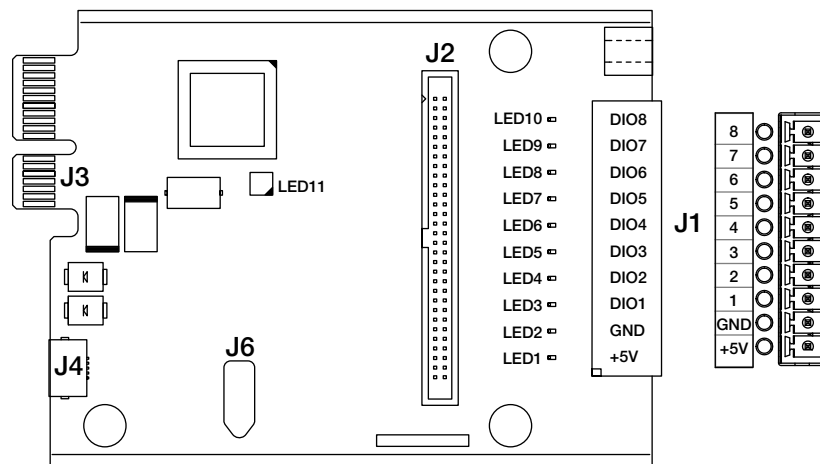

Figura 3. Scheda opzionale I/O digitali
8. Eseguire le connessioni alla scheda opzionale. Vedere la Figura 3 e la Tabella 2 per informazioni sulle assegnazioni dei pin.